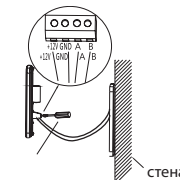

Рис. 3
- Подключите кабель связи к проводному пульту управления, как показано на рис. 3.